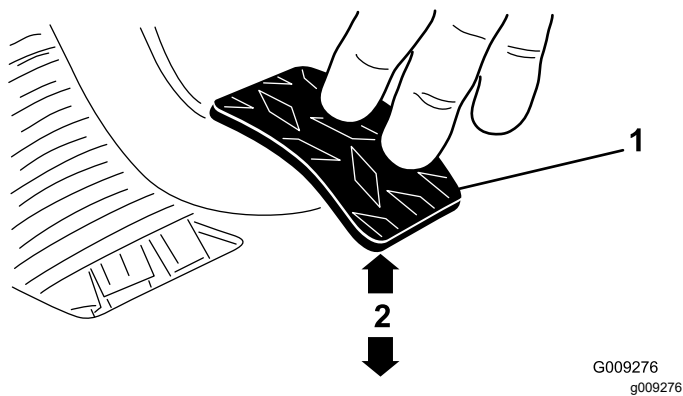

Figura 62
3. Ajuste as porcas ou as juntas até que a extremidade traseira do pedal de embraiagem esteja a 9,2 a 9,8 cm da parte superior da chapa do piso, aplicando uma força de 1,8 kg no pedal (Figura 62).